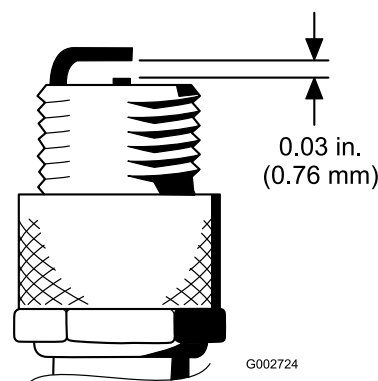

Figura 45
4. Ajuste a folga existente entre a zona central e lateral do eléctrodo para 0,76 mm (Figura 45).